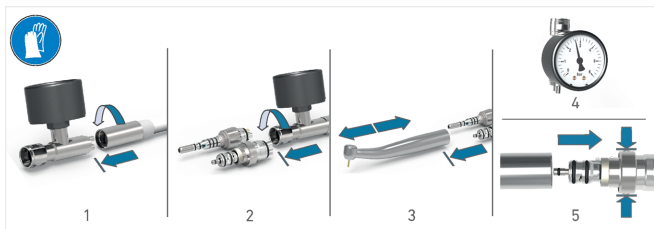

FIG. 4
6. Pour déconnecter la BORA 2 LED du raccord Unifix, appuyer sur les 2 éléments de verrouillage latéraux (FIG. 4 étape 5) et retirer simultanément la turbine du raccord.